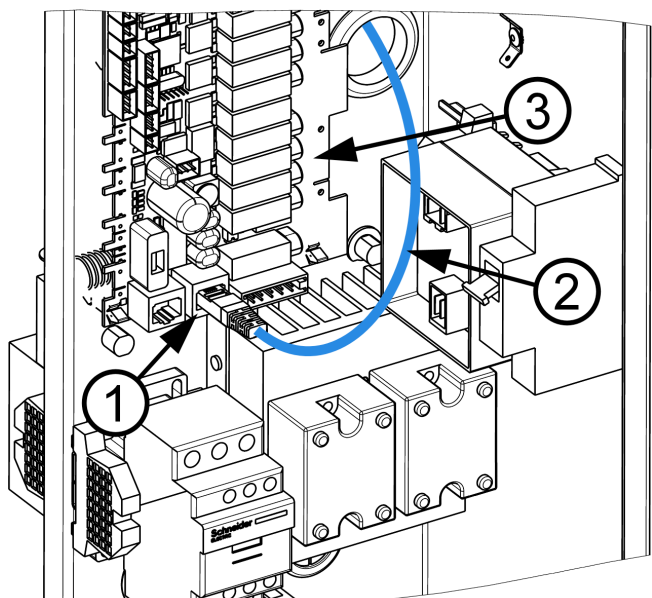

Рисунок 9: Установка UTP кабеля в порт RJ-45
Вставьте конец UTP кабеля (2) в порт RJ-45 (1), обозначенный X4 или X5 на панели реле (3) (рис. 9).